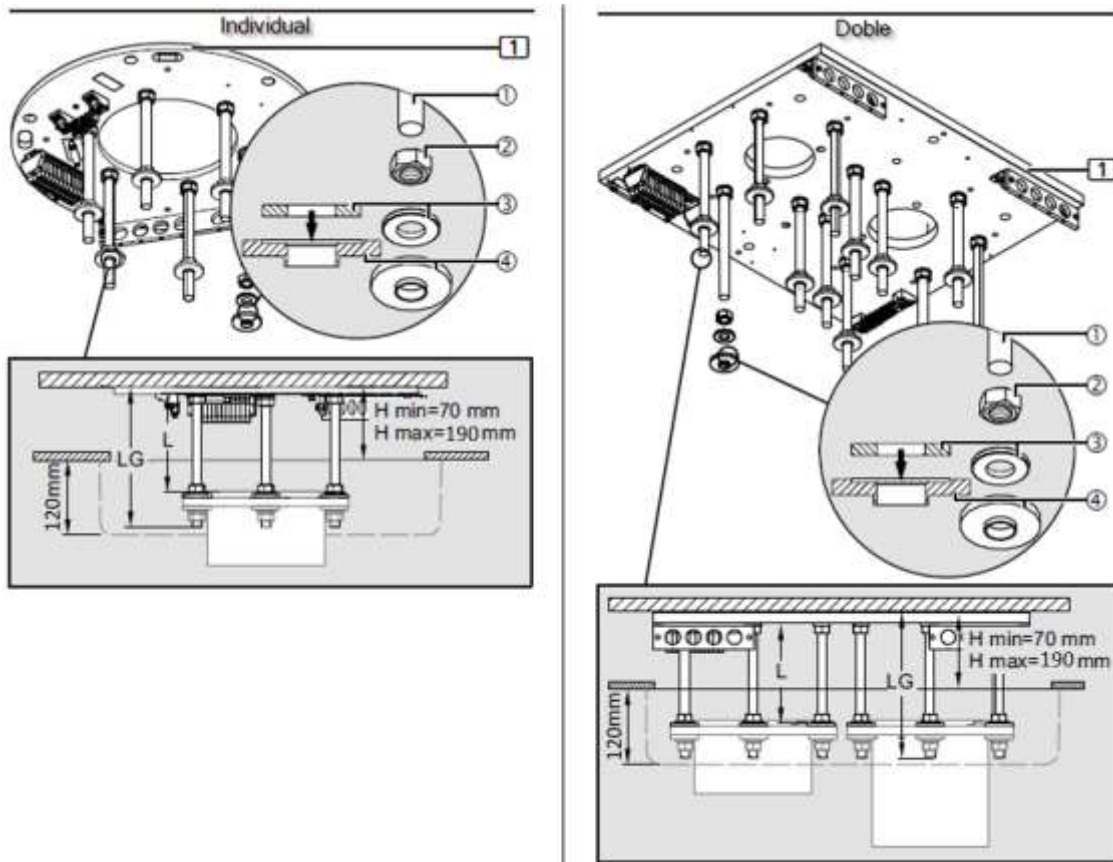

Abb.14 Montage der oberen Isolierungen an den Gewindebolzen mit Zwischendecke, COLUMN ROTATION und nicht motorisierten Armen
- Stellen Sie den Abstand zwischen den Sechskantmuttern M20 ② und der Schnittstelle (1) auf $L = LG - 70 \text{ mm}$ (min. 90 mm / 190 mm) ein.
- Schrauben Sie die Sechskantmuttern M20 ② im berechneten Abstand L auf die Gewindebolzen M20 ①.
- Richten Sie die Sechskantmuttern M20 ② mit einer digitalen Wasserwaage horizontal aus.
- Legen Sie 1 Unterlegscheibe mit einem Außendurchmesser von 50 mm ③ ein.
- Legen Sie 1 Kunststoff-Isolierscheibe ④ (wie in Abbildung 14 dargestellt) so ein, dass die Unterlegscheibe mit einem Außendurchmesser von 50 mm ③ auf der Kunststoff-Isolierscheibe ④ aufliegt.
- Befestigen Sie die Kunststoff-Isolierscheibe ④ mit Kleband oder Gummiband an den Gewindebolzen M20 ①.